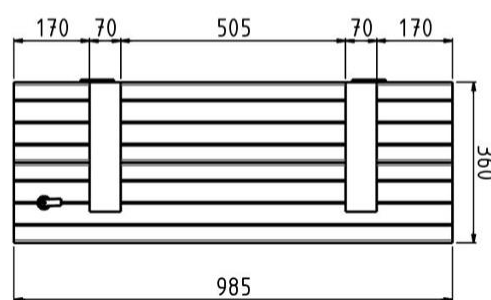

Figura 26 - Montaje de la rejilla con cerradura
- Fije el cerradero con 2 tornillos hexagonales de bisagra 6 x 20 de acero inoxidable A2 (bolsa D) en el lado vertical del puntal (*Figura 26*), a unos 20 mm de la parte superior del puntal y de modo que la leva se posicione debajo del retorno del cerradero cuando esté bloqueada.